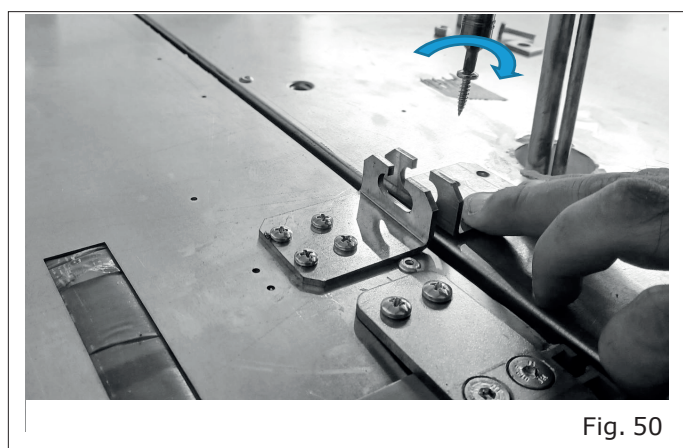
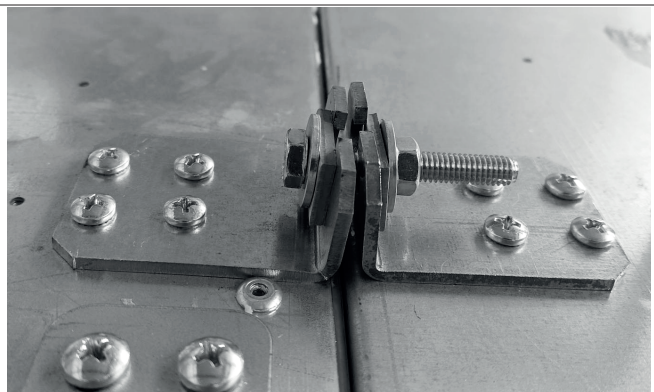

Fig. 50
Fig. 51
- Une fois le meuble d'extrémité fixé, utilisez les vis autotaraudeuses pour fixer les supports latéraux sur le meuble linéaire, correspondant à ceux du meuble de tête ("Fig. 50") ajustez le meuble dans le sens de la longueur et fixez les 2 supports avec la vis, l'écrou et la rondelle fournis ("Fig. 51", "Pag. 32").